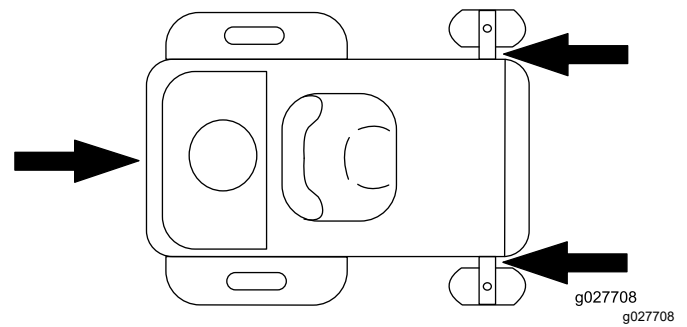

Figure 28
6. Arrimez la machine près des roues pivotantes avant et du cadre arrière à l'aide de sangles, chaînes, câbles ou cordes (Figure 28). Reportez-vous à la réglementation locale concernant les exigences en matière d'arrimage.